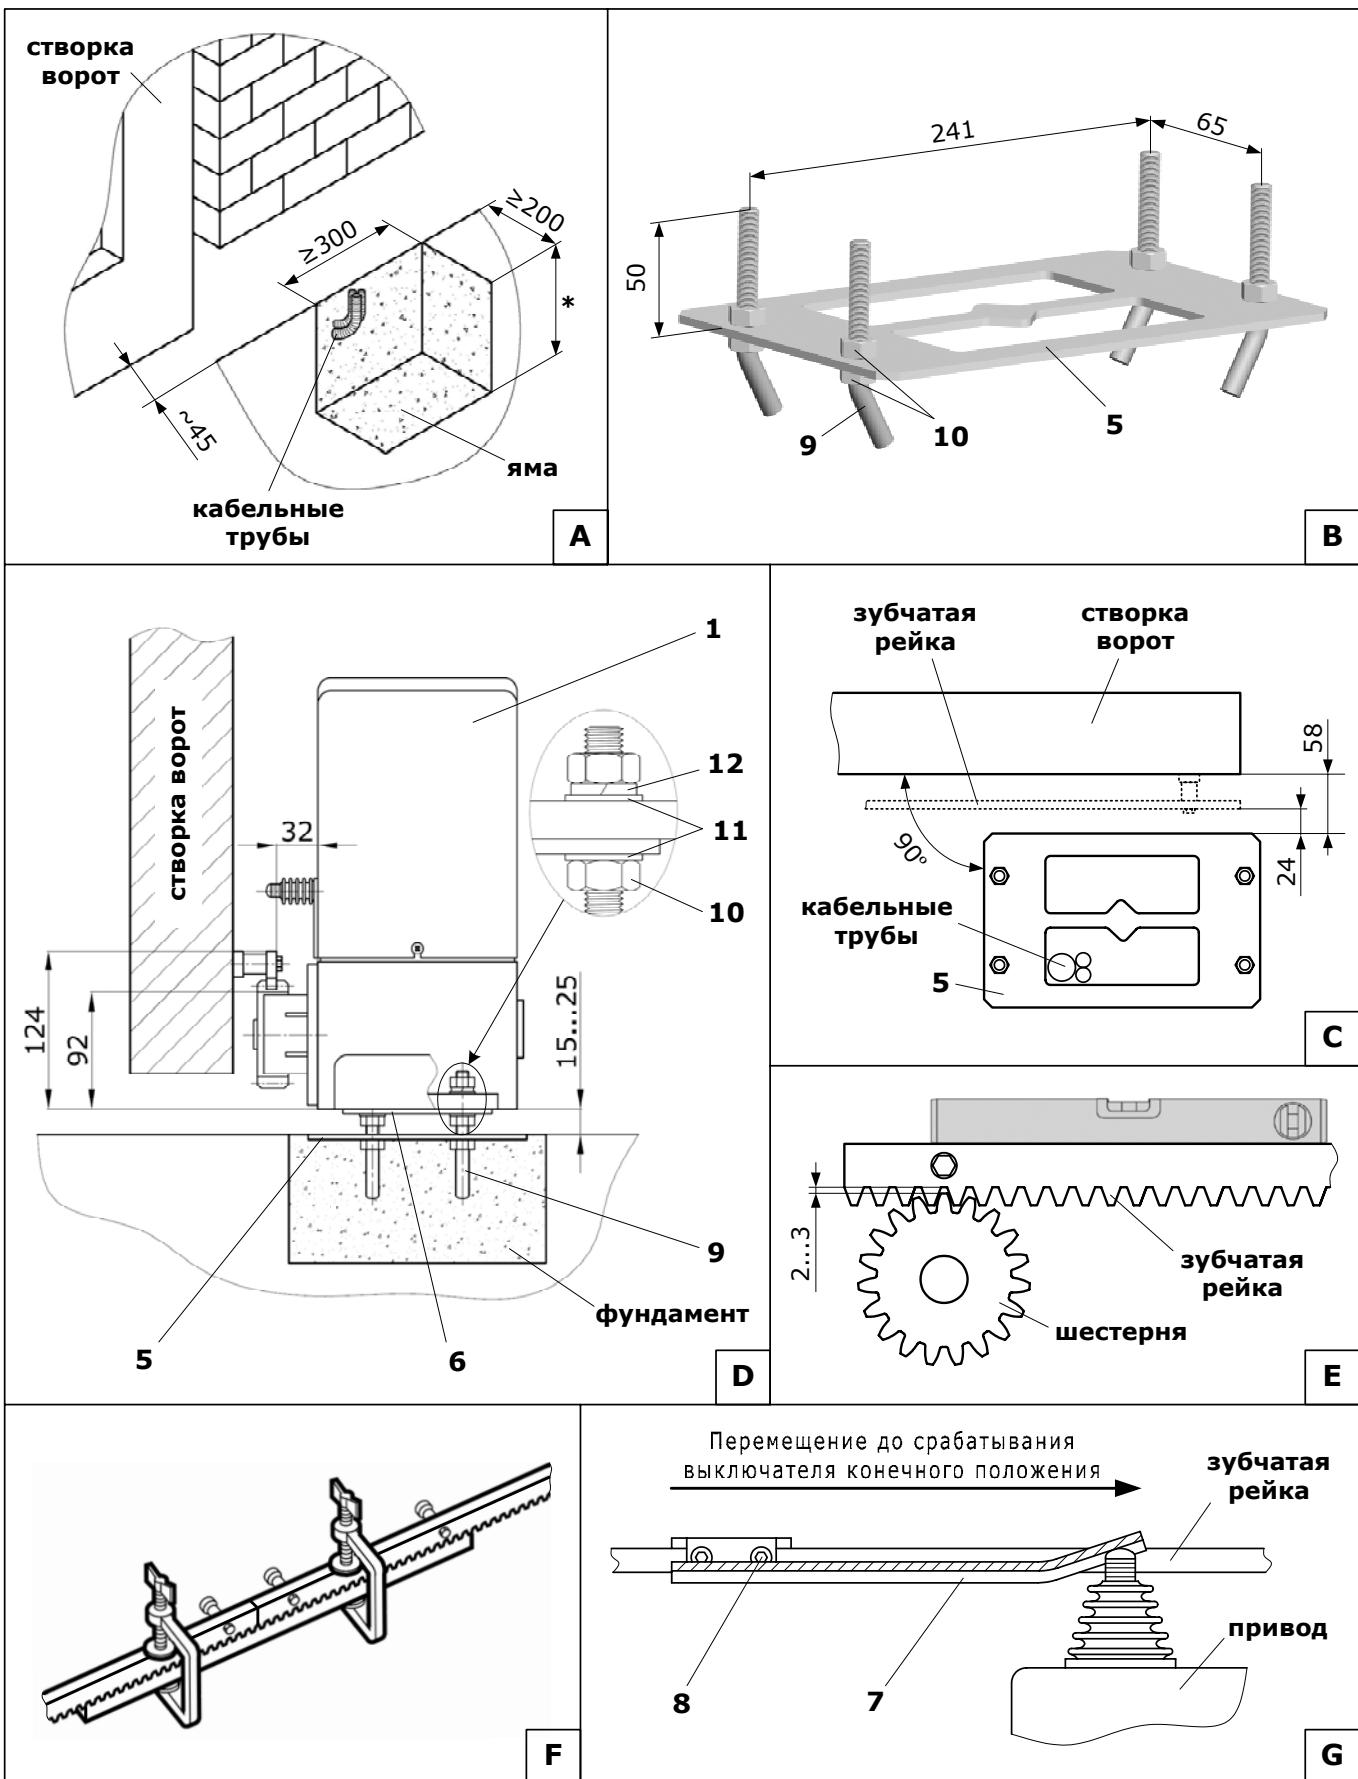

Рис. 3. Монтаж привода
- Подготовьте яму (Рис. 3А) под фундамент для привода. Расположение ямы относительно проема выберите в зависимости от конструкции ворот (например, при самонесущих воротах привод располагается так, чтобы шестерня находилась посередине между роликовыми опорами).
- Установите на монтажное основание 5 (Рис. 3В) фундаментные болты 9 и зафиксируйте их гайками 10. Гайки под монтажным основанием вверните так, чтобы оставшаяся часть болта выходила выше основания на 50мм.
- Установите монтажное основание 5 с болтами в фундамент, выдерживая необходимые установочные расстояния (Рис. 3С), соблюдая параллельность створке ворот и горизонтальность. Монтажное основание при установке необходимо немножко вдавить (утопить) в фундамент, предварительно пропустив через окно в основании кабельные трубы с электрическими кабелями.
Для установки привода (Рис. 3Д) выполните следующее:
- Поместите первую секцию зубчатой рейки горизонтально на шестерню привода, прижав крепления (втулки) к поверхности створки ворот. Выдерживайте зазор между зубчатой рейкой и шестерней 2...3мм (Рис. 3Е) для предотвращения воздействия веса створки на привод. Наметьте точки крепления зубчатой рейки на створке ворот.